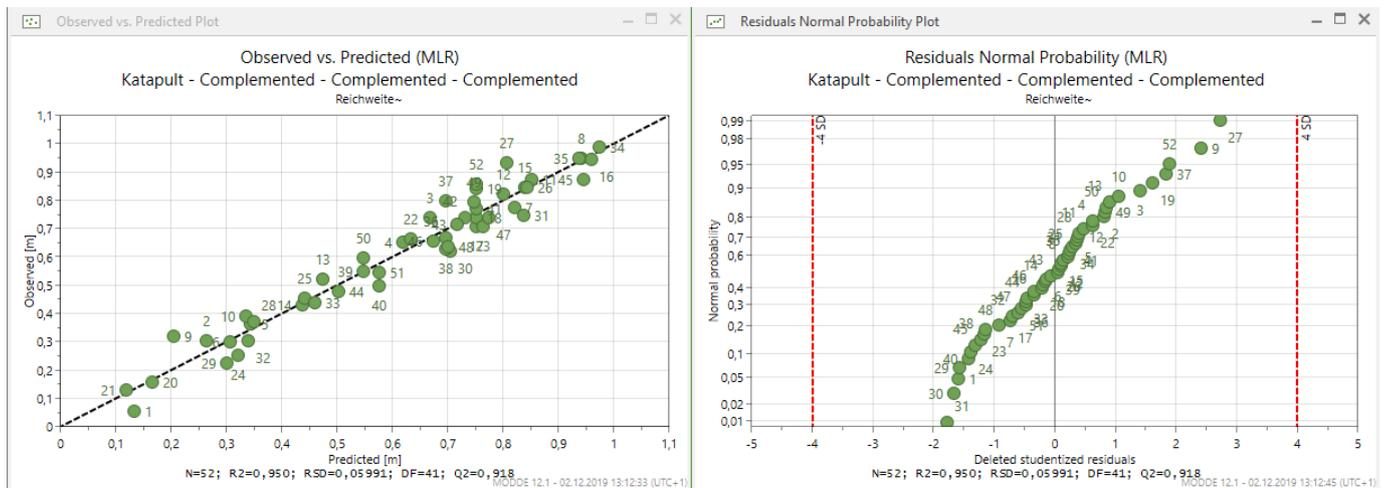
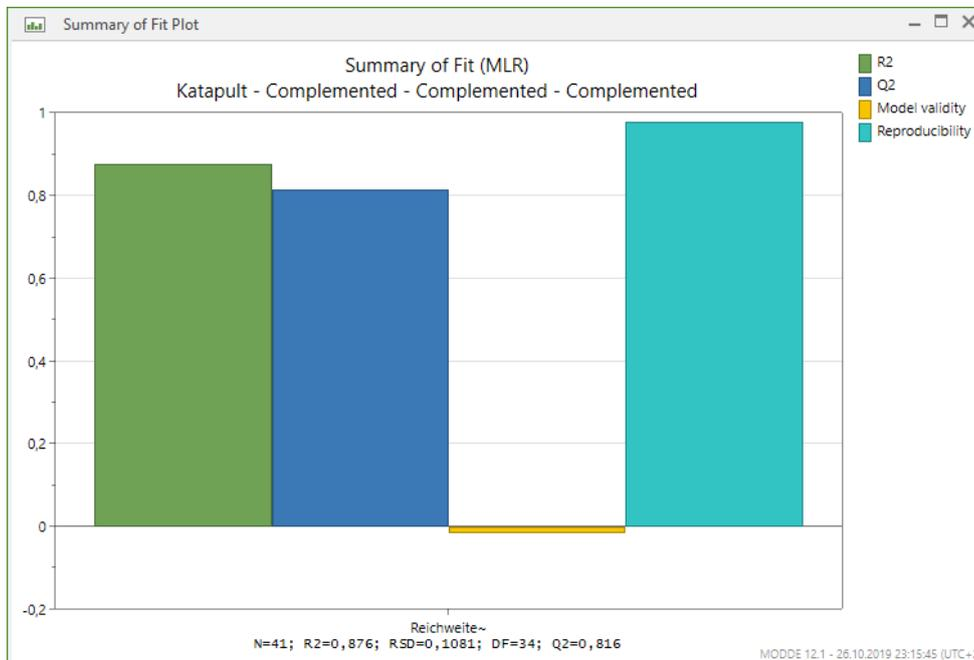

Bild 10: Darstellung der beobachteten Daten über den vorhergesagten Daten (links) mit der Auswertung der Residuen (rechts)
Bild 14: Beurteilung der Daten für das Katapult-Modell mit der Statistik-Software MODDE
Für die anschließende Modellierung werden die (Residuen) Differenzen zwischen den "vorhergesagter Experimente" und den "Beobachtungen" betrachtet (Bild 10). Wenn durch die Transformation die Vorhersagequalität (Q2, siehe Schritt 6, Bild 14) gesteigert wird, so ist die Transformation zielführend. Für die Transformation bieten viele Softwarepakete mehrere einfach zu realisierende Varianten an, z.B. die logarithmische Transformation für schiefe Verteilungen oder für exponentielle Verteilungen die gleichnamige Transformation. Die Ergebnisse werden in den meisten Plots trotzdem nicht transformiert dargestellt, um für den Benutzer besser erfassbar zu sein.
- "Goodness of fit" (grüner Balken, R2 in Bild 14): ist die Qualität der Rohdaten und gibt an (0 – 1 [100%]) wie viele der Experiment-Ergebnisse mit ihrem Wert innerhalb einer Standardabweichung um die Regressionsgerade liegen.
- "Goodness of prediction" (blauer Balken, Q2 in Bild 14): ist die Qualität des Vorhersagegüte des Ursache-Wirkungs-Modells. Für die Berechnung von Q2 wird ein Algorithmus bemüht, der iterativ einzelne Ergebnisse für die Modelberechnung auslässt und diese dann durch das Modell prognostiziert. Die Güte der Vorhersage wird anschließend bewertet. Dieser Wert symbolisiert die Güte der Lage für prognostizierte neue Experimente.
- "Model Validity" (gelber Balken in Bild 14): Dieser Wert stellt den wahren Fehler (den Wiederholerfehler) zum Modellfehler ins Verhältnis. Dieser Wert ist ein Maß für die Präzision von neuen prognostizierten Experimenten.
- "Reproducibility" (türkiser Balken in Bild 14): Dieser Wert beurteilt die Wiederholgenauigkeit der Experimente aus den "Center Points" (den mittleren Versuchen) und soweit vorhanden, aus Versuchen, die mehrfach durchgeführt wurden.
Je höher die Balken sind, desto besser ist die Qualität des Ursache-Wirkungs-Modells. Wie zu erwarten, hapert es im Übungsbeispiel mit der Präzession (gelber Balken in Bild 14) aufgrund des Versuchsaufbaus. Ansonsten sind die Werte mit "Goodness of fit" mit 0,876 und "Goodness of prediction" mit 0,816 in etwa mit der Schulnote "Zwei minus" gleichzusetzen.